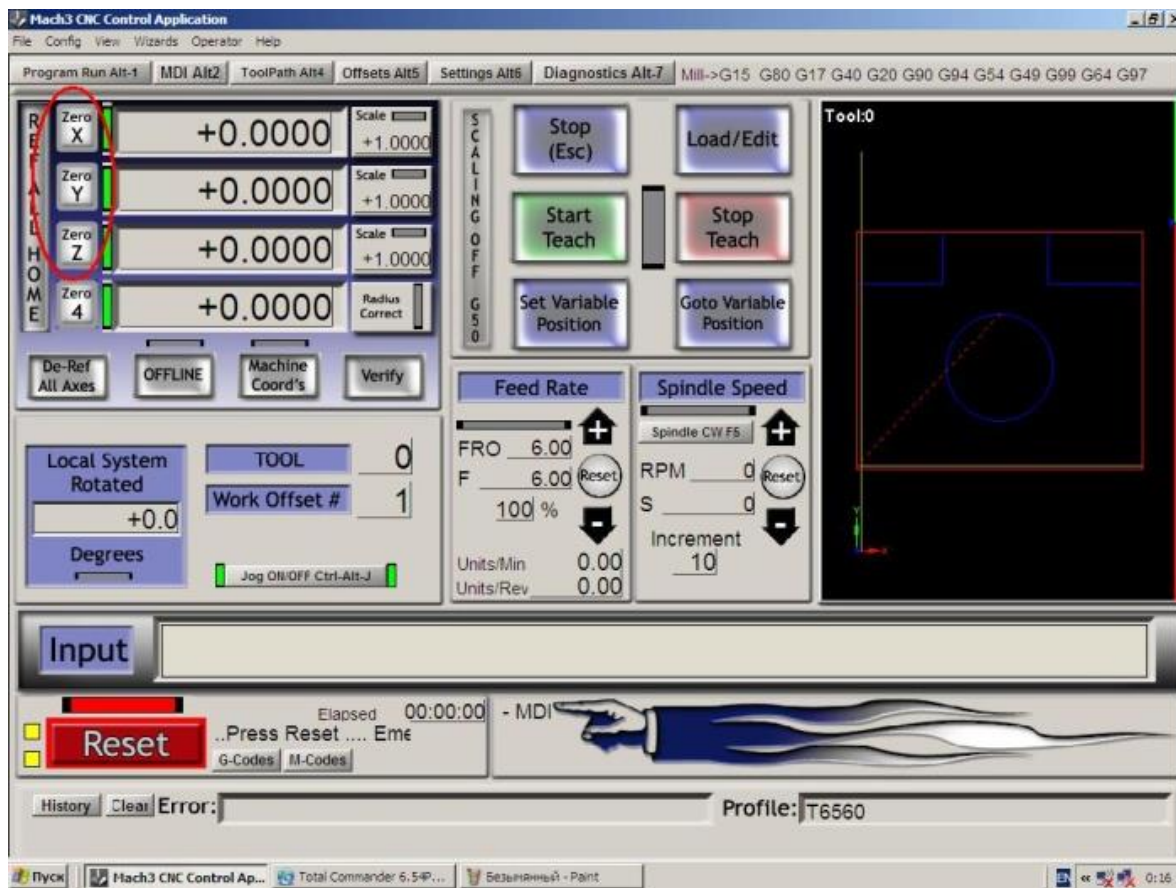

Рис. 2. Рабочее окно программы
4. нажать клавиши обнуления системы отсчета координат по осям Zero X, Zero Y и Zero Z (рис. 2).